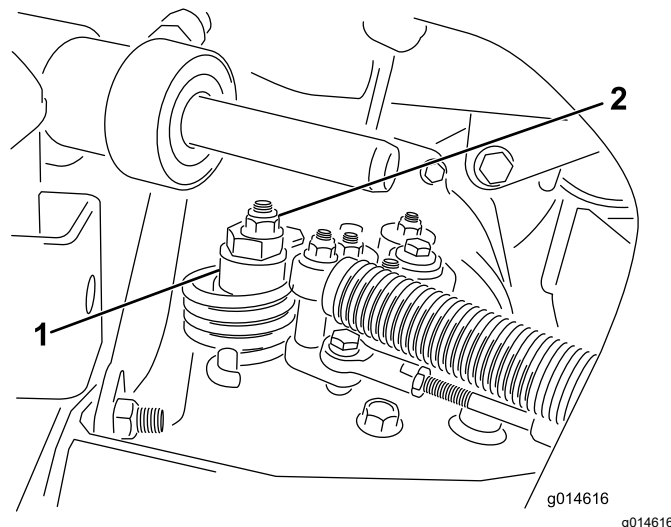

Figure 37
- A. Desserrez l'écrou de fixation de l'excentrique en haut de l'hydrostat (Figure 37).
- C. Tournez l'excentrique jusqu'à ce que la roue ne tourne plus dans aucune direction. Lorsque la roue s'arrête de tourner, serrez l'écrou pour bloquer l'excentrique et le réglage (Figure 37). Vérifiez le réglage avec la commande d'accélérateur à la position BAS RÉGIME, puis HAUT RÉGIME.